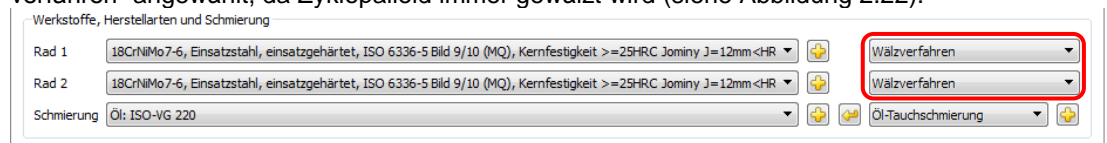

Abbildung 2.22 Herstellart „Wälzverfahren“ für Zyklopalloid
11. Im Reiter „**Festigkeit**“ die gewünschte „Rechenmethode“ anwählen (Klingelnberg 3028, ISO, DIN, AGMA, VDI, beziehungsweise Klingelnberg 3029 oder ISO Proposition für Hypoidräder). Unter „**Werkstoffe, Herstellarten und Schmierung**“ ist automatisch „Wälzverfahren“ angewählt, da Zyklopalloid immer gewälzt wird (siehe Abbildung 2.22).